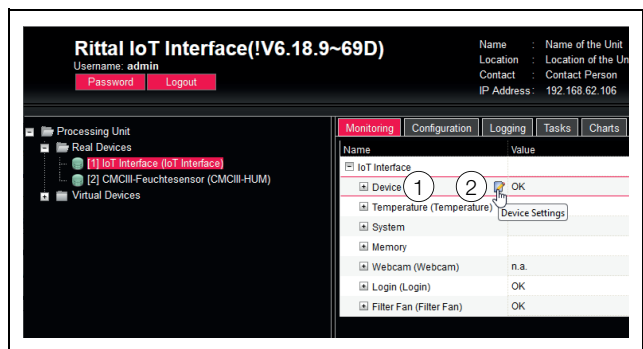

Abb. 26: Auswahl mehrerer Parameter
- Klappen Sie nur den Eintrag „IoT Interface“ aus, indem Sie auf das „Plus“-Zeichen vor diesem Eintrag klicken (Abb. 26, Pos. 1).
- Setzen Sie den Mauszeiger an das Ende der ersten Spalte in der Zeile „Device“ (Abb. 26, Pos. 2).